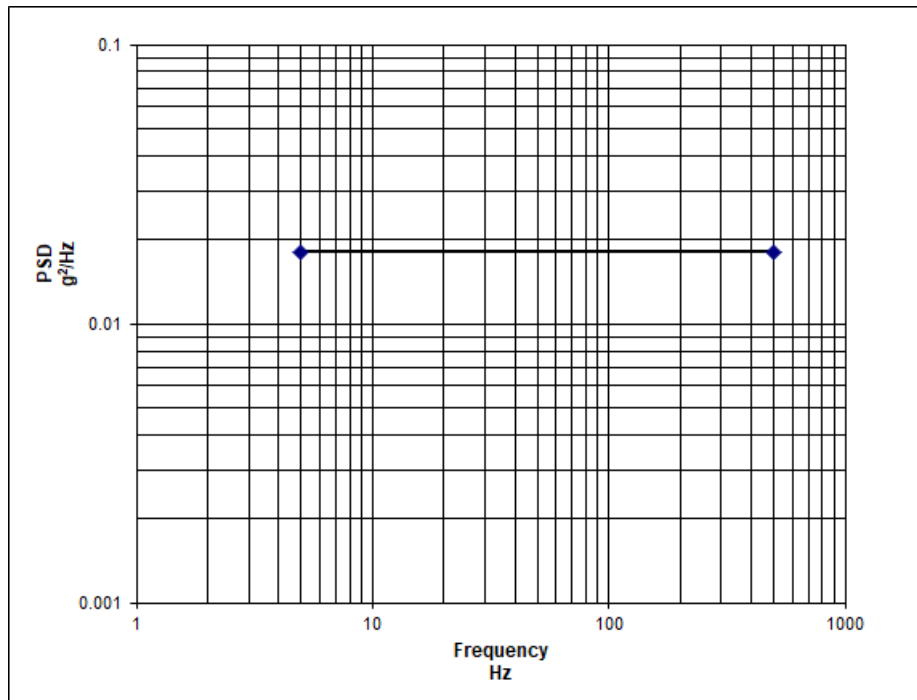

Figure 1.08.1.01 Random Vibration test curve
9. Test Curve Figure 1.08.1.01